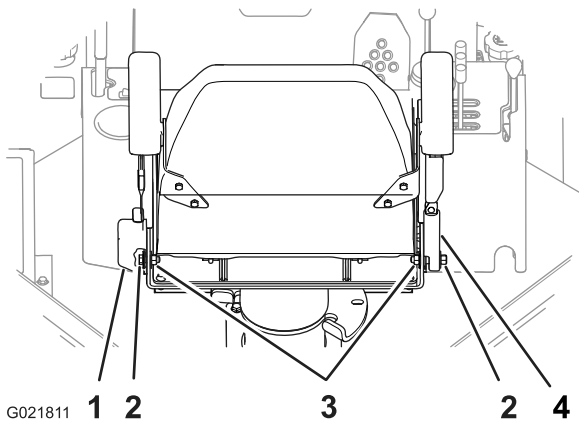

Bild 98
3. Prüfen Sie, dass die Schrauben und Muttern, mit denen der Sicherheitsgurtrückzug und das -schloss am Sitz befestigt sind, mit 7,8-9,6 N-m angezogen sind, siehe Bild 98.